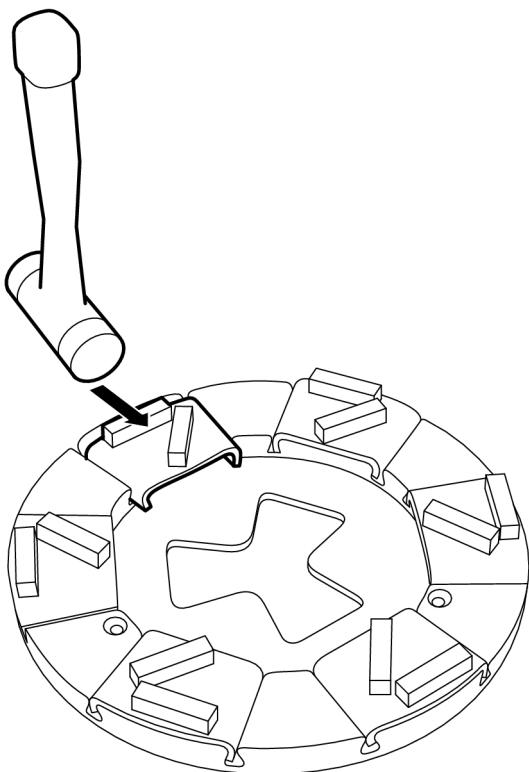

Рисунок 4-15. Снятие головок
1. Выбейте шлифовальную головку из держателя несколькими легкими ударами молотка, чтобы открылся механизм фиксации, см Рисунок 4-15, стр. 27.